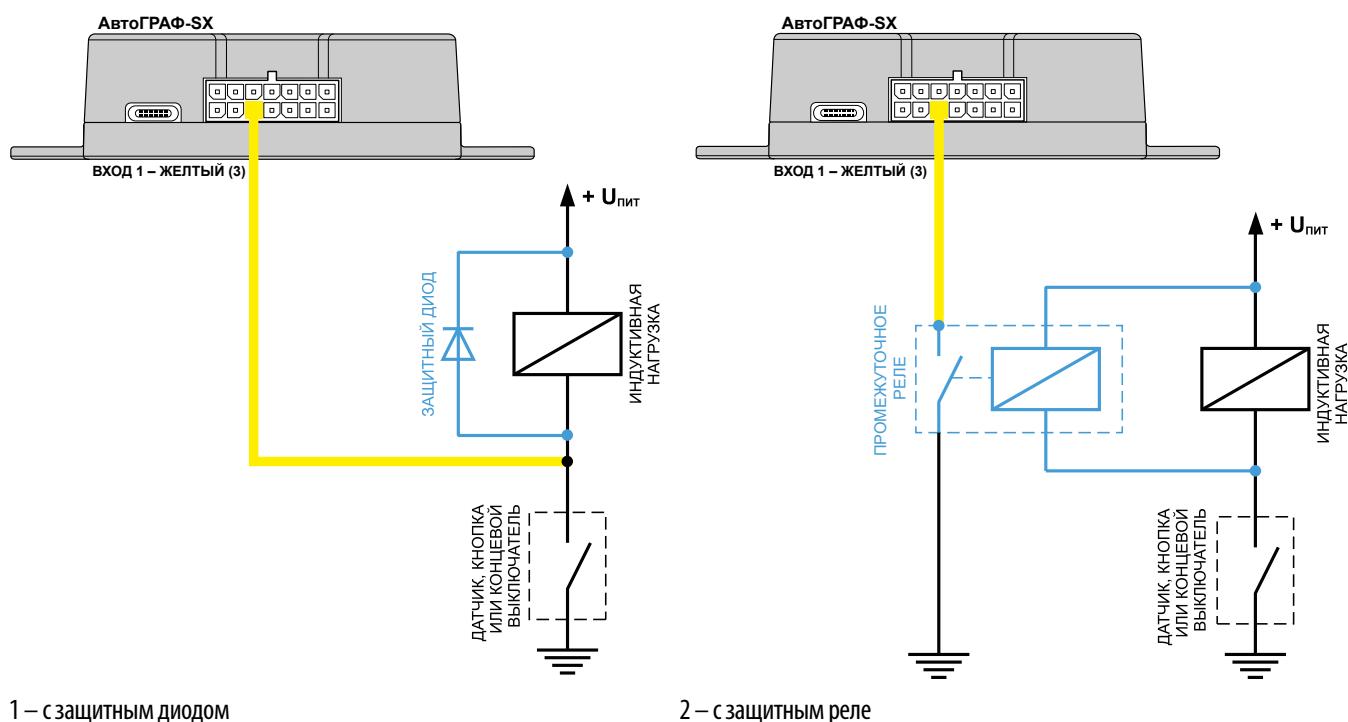

Рис.14. Варианты подключения цифрового входа по «->» в цепь с индуктивной нагрузкой.
1. Защитный диод (Рис.14, 1) – устанавливается параллельно индуктивной нагрузке. При этом прямой ток защитного диода ($I_{\text{диода, прямой}}$) должен быть не менее $1.5 \cdot I_{\text{удержания катушки}}$. Если ток удержания катушки неизвестен или есть сомнения, следует использовать схему включения с защитным реле.
2. Защитное реле (Рис.14, 2) – устанавливается параллельно индуктивной нагрузке. При этом контакты защитного реле служат для замыкания входа контроллера на «массу».